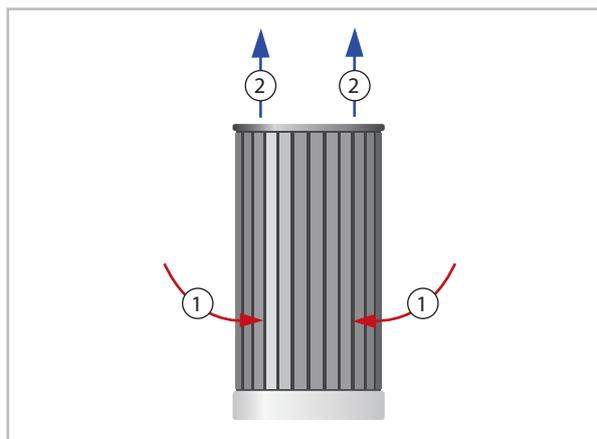

Fig. 25: Admission d'air et évacuation d'air sur le module externe
- L'admission d'air a lieu dans la zone inférieure dans l'échangeur thermique à lamelles. L'évacuation d'air a lieu perpendiculairement vers le haut (Voir la Fig. 25).